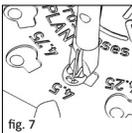
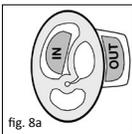

fig. 7
fig. 8a
■ **fig. 7/8** For å lukke dekkplaten må man bruke lukketangen av titan (REF 8000 137)! Med den lille lukketangen (REF 8000 137) bøyes bøyleen innenfor protesens hodeplate rett, og dermed fikseres hodeplaten på protesens skaft (fig. 7). I denne forbindelse må man passe på at den korrekte baksiden av den lille lukketangen ligger inntil i korrekt posisjon på protesens hodeplate. „INSIDE“ for den innvendige siden av hodeplaten, og „OUTSIDE“ for den utvendige siden av hodeplaten (fig. 8a, 8b).